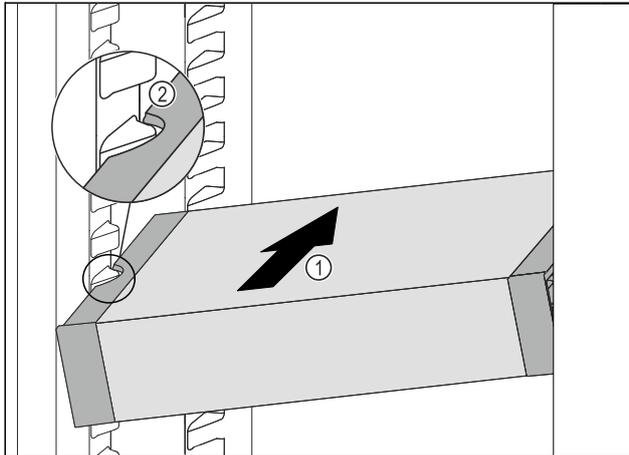

Fig. 142
- VarioSafe schräg in das Kühlteil einschieben Fig. 142 (1), bis sich die seitlichen Aussparungen Fig. 142 (2) des VarioSafes auf Höhe der Behälterrippe im Kühlteil befinden.